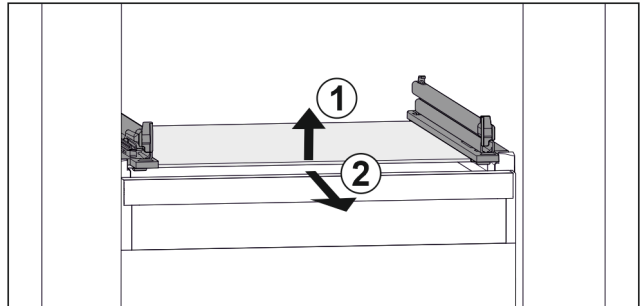

Fig. 49 Примерное отображение стеклянной пластины
- ▶ Приподнимите стеклянную пластину спереди. Fig. 49 (1)
- ▶ Извлеките стеклянную пластину движением вперед. Fig. 49 (2)